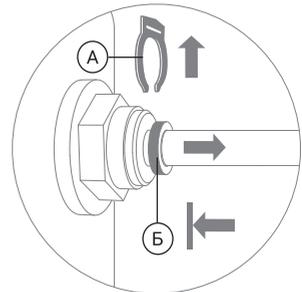
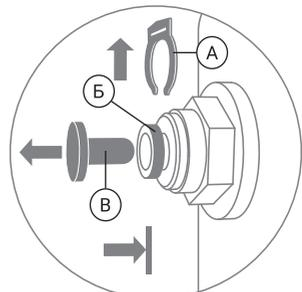

Рис. 2
Рис. 3
1. Удалите стопорную клипсу (А). Удерживайте цанговое кольцо (Б) прижатым к основанию фитинга и аккуратно извлеките трубку (рис. 2) или заглушку (рис. 3).